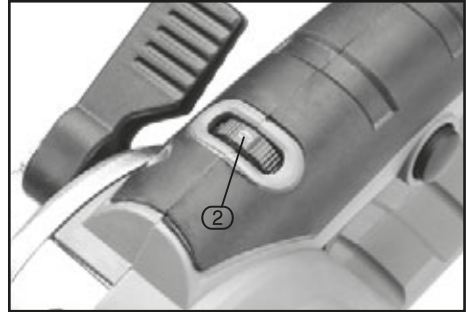

FIG.5
8.4 VARIABLE SPEED CONTROL - FIG. 5
8.4 FITTING THE DUST EXTRACTION BAG – FIG. 5